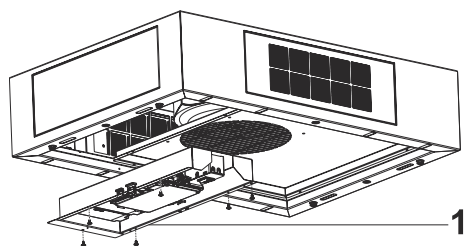

Fig. 14
6. ➤ Fastmonter styringsboksen med de medfølgende skruer (Fig. 14).